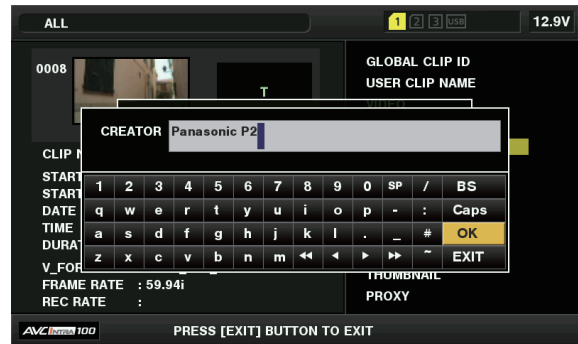

図 2
- ・メタデータ修正の入力画面 (ソフトウェアキーボード) が表示されます。(図 2)